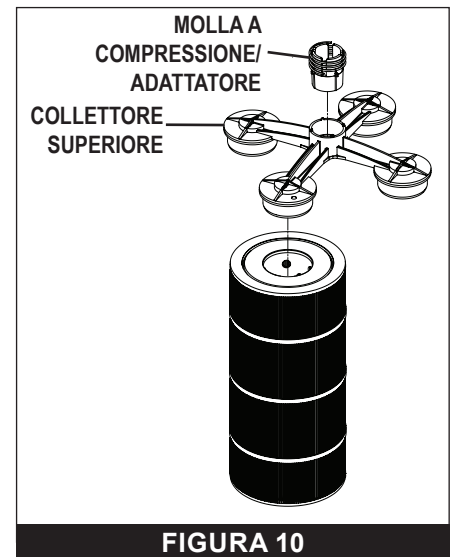

FIGURA 10
2. Rimuovere la molla di compressione/l'adattatore dal collettore superiore. Si consulti **FIGURA 10**.
3. Rimuovere il collettore superiore (**FIGURA 10**) dalle cartucce del filtro e mettere da parte il collettore.